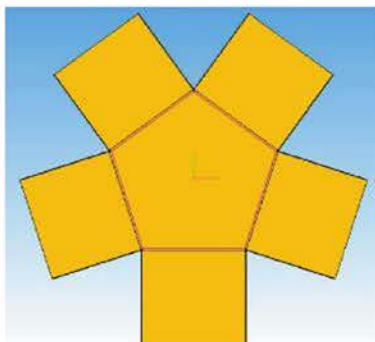

Рисунок 9.15 Развертка листовой детали «Короб»
8. С помощью инструмента  **Развертка** система автоматически сформирует модели развертки листовой детали «Короб» (рисунок 9.15). При повтор-